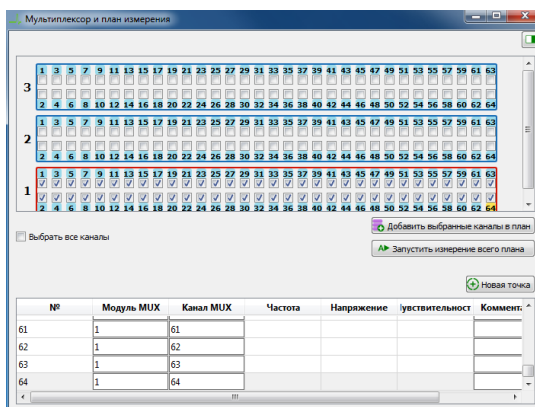

Рисунок 23. Окно Мультиплексор и план измерения ПО EPLab.
- Для запуска измерений нажмите кнопку Запустить измерение всего плана. Полученные ВАХ отобразятся в таблице (Рисунок 23).